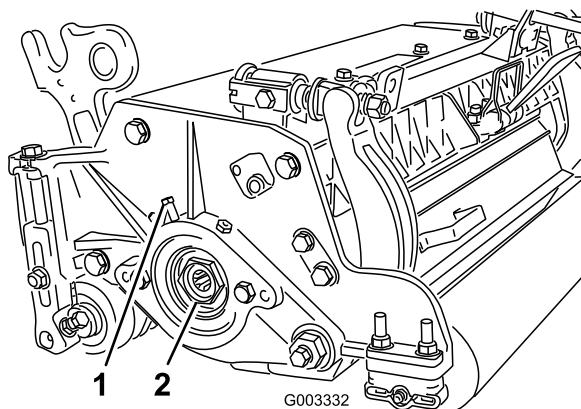

Figura 31
- A. Allentate la vite di fermo esterna che fissa il dado di regolazione del cuscinetto all'alloggiamento del cuscinetto situato sul lato sinistro dell'apparato di taglio (Figura 31).